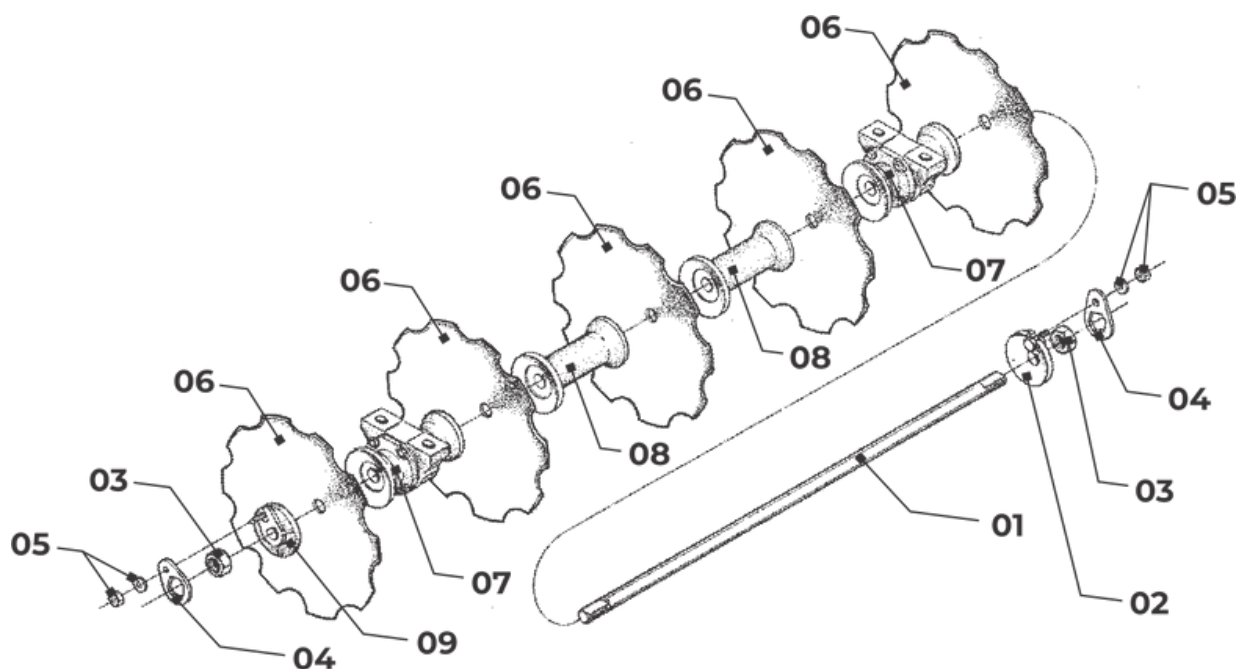

Figura 2
03. Colocar no eixo item 1, figura 2 a arruela de encosto côncava item 2, uma porca item 3, a trava item 4, e fixar com a porca item 5 conforme figura 2. Observar que a porca fique faceando com a ponta do eixo;
04. Colocar no eixo item 1, um disco item 6, um mancal* item 7, outro disco, o carretel separador item 8 e assim sucessivamente conforme figura 2;
05. Quando o conjunto estiver completo, com todos os discos, mancais e carretéis separadores, colocar a arruela de encosto convexa item 9, a outra porca item 3, dando um aperto com a chave até firmar todo o conjunto;
06. Feito isso, calçar o conjunto dos discos e apertar a porca item 3, através de impactos. Quando estiver quase conseguindo o aperto máximo, ajustar a trava item 4 com a arruela convexa, sempre apertando a porca até coincidir a furação, fixá-las através da porca item 5.